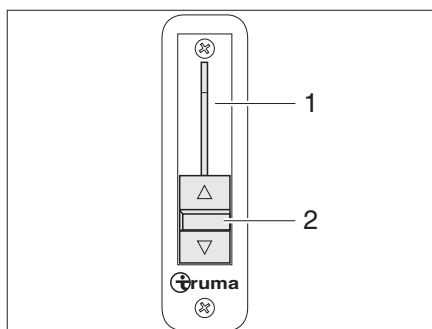

Fig. 22 Impostazione riscaldamento
Il regolatore a scorrimento (Fig. 22,1) per l'impostazione riscaldamento (Fig. 22,1) si trova esternamente al cruscotto.
- Spingere la leva (Fig. 22,2) completamente in basso. L'impostazione riscaldamento è chiusa.